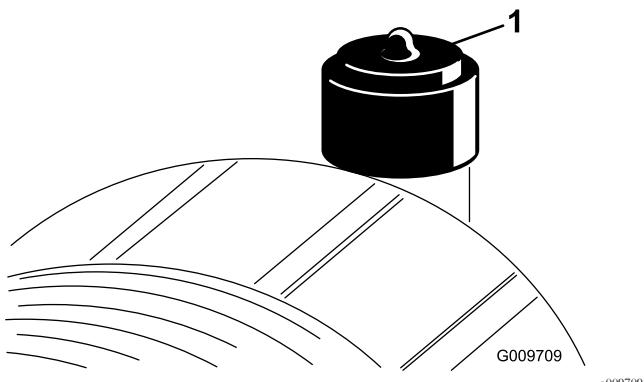

Figura 38
Faça a manutenção ao filtro de ar apenas quando o indicador de manutenção (Figura 38) o exigir. Mudar o filtro de ar antes de ser necessário apenas aumenta a possibilidade de entrar sujeira no motor quando retira o filtro.
2. Reinicie o indicador (Figura 38) se este se apresentar vermelho.